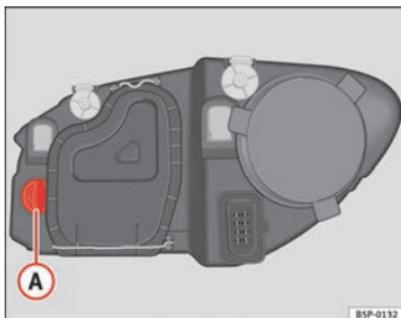

Abb. 178 Glühlampe für Blinker
- Den Lampenträger ⇒ Abb. 178 **A** nach links drehen und ziehen.